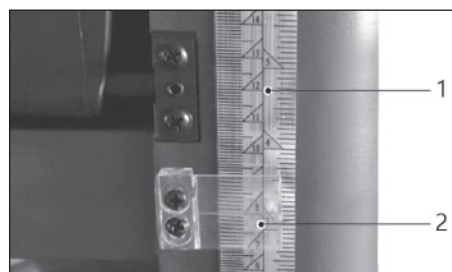

Рисунок 5.
- Используйте заготовку, с помощью которой проводили установку параллельности оси рабочей платформы и рабочего стола. Размер ее уже известен. Сравните измеренную толщину доски с показаниями на шкале 1 (рис. 5) по указателю 2.